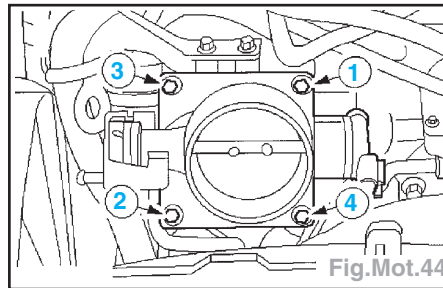

Fig.Mot.44
- Déposer le boîtier de papillon (Fig.Mot.44).
- Détacher le boîtier de papillon (Fig.Mot.44).
- Pour la repose, procéder dans l'ordre inverse de la dépose et serrer les vis de retenue du papillon dans l'ordre indiqué (Fig.Mot.44).